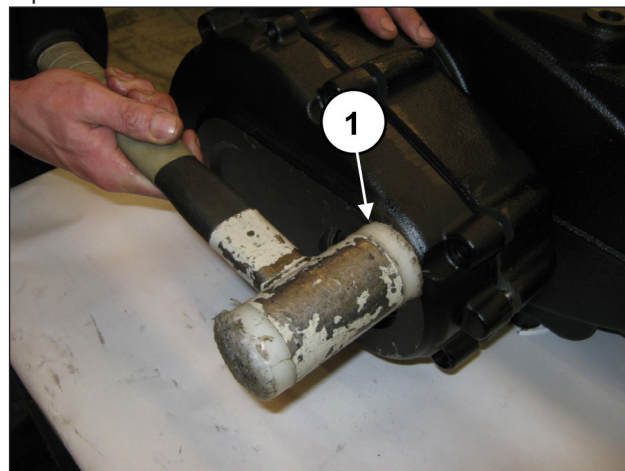
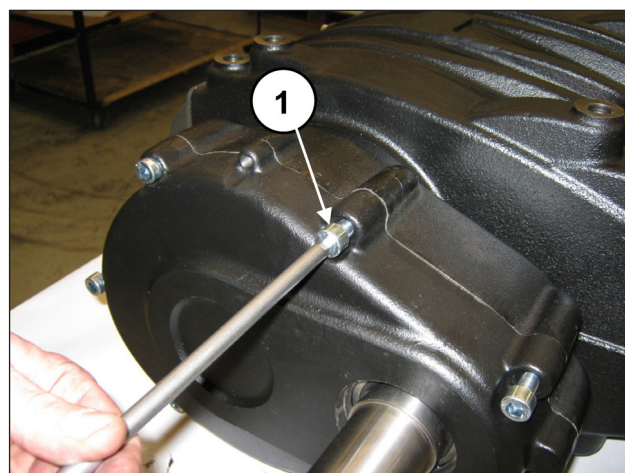

Fig. 87
Fig. 88
Montare il coperchio riduttore mediante massa battente (pos. ①, Fig. 87) e fissarlo mediante 7 viti M10x40 (pos. ①, Fig. 88).